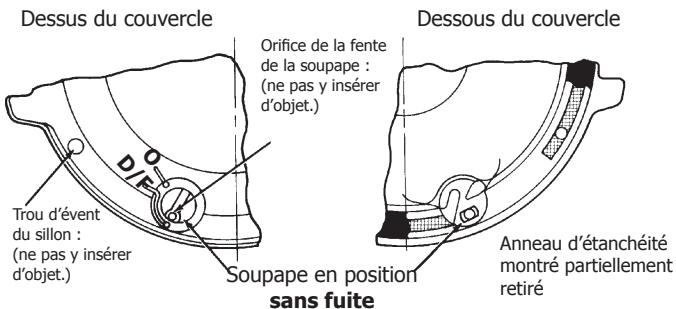

Figure 3 : modèle sans fuite
**Mode sans fuite « D/F » :** Pour travailler en mode sans fuite, faire pivoter la soupape à l'aide d'un tournevis ou d'une pièce de monnaie de manière à ce que l'orifice de la fente de la soupape soit aligné avec le « D/F » qui se trouve sur le couvercle. Voir figure 3.